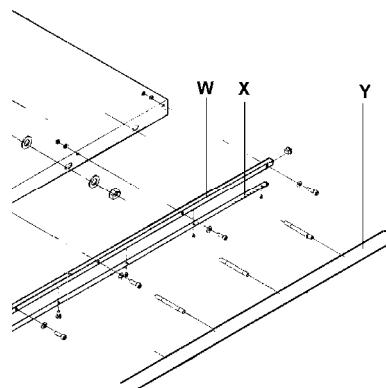

Рис. 4
Установите зубчатую рейку (X, Рис. 4) таким образом, чтобы малое настроочное зубчатое колесо (Y) точно соприкоснулось своими зубьями с ней.